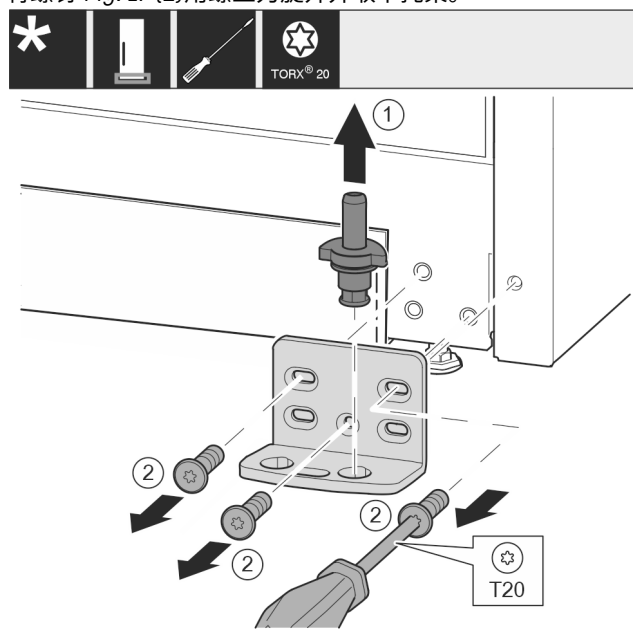

Fig. 18*
- ▶ 将轴承螺栓 Fig. 18 (1) 完全向上拉出。*
- ▶ 将螺钉 Fig. 18 (2) 用螺丝刀旋开并取下托架。*